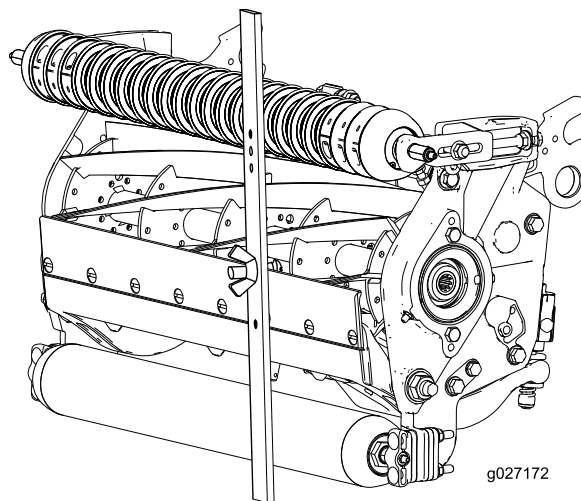

Figura 16
4. Prenda a cabeça do parafuso à extremidade cortante da lâmina de corte e apoie a extremidade traseira da barra no rolo traseiro (Figura 16).
5. Rode o parafuso de ajuste até que o rolo frontal entre em contacto com a barra indicadora (Figura 16).